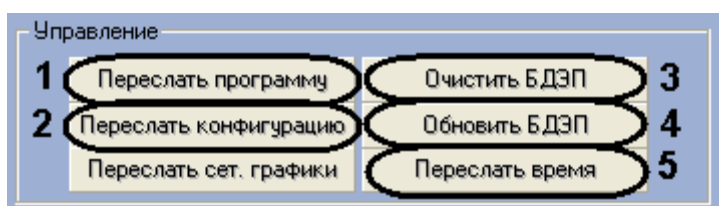

Рис. 3.2—17 Управление КСД
1. Обновить версию прошивки, нажав кнопку **Переслать программу** (Рис. 3.2—17, 1).
2. Записать конфигурацию (см. Рис. 3.2—17, 2).